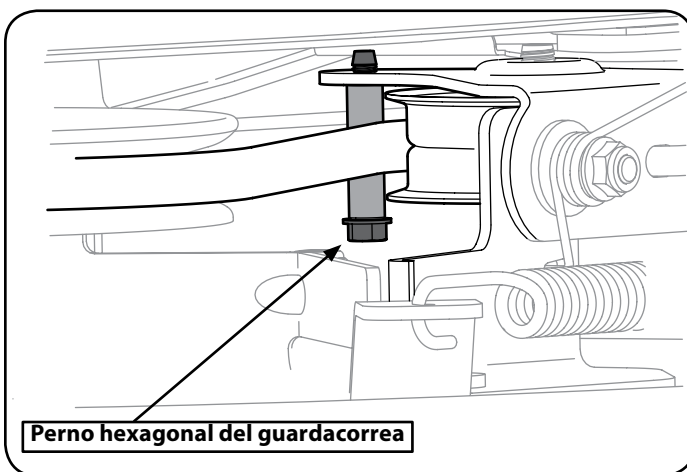

Figura 38
6. Extraiga el espaciador del guardacorrea extrayendo los pernos hexagonales que la sujetan. Vea la Figura 38.